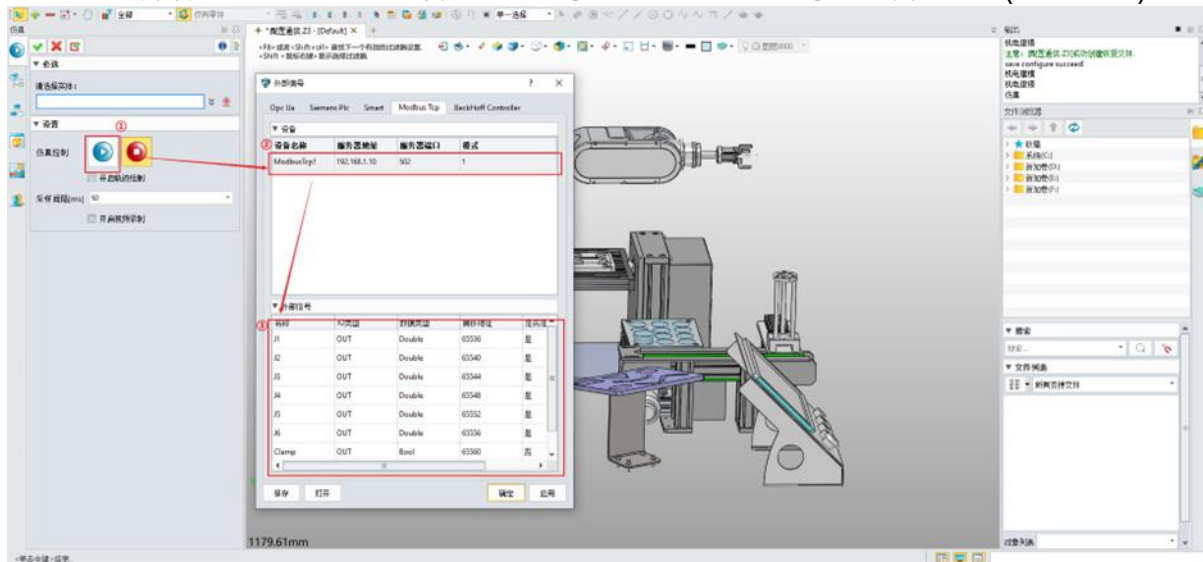

图 12-22: 仿真验证
- 在 "仿真" 窗口中，点击最左侧的 "开始仿真" 按钮。(图 12-22，点 ①)
- 您将看到添加的设备服务器，由 ② 标识，以及其 ③ 外部信号。(图 12-22)